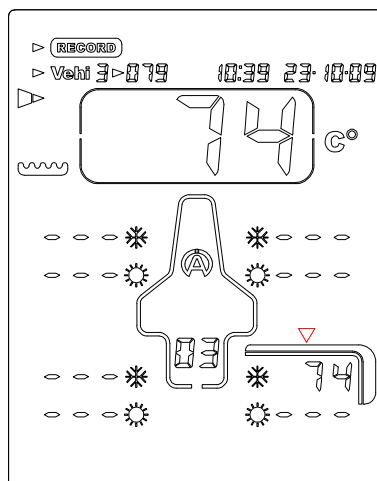

Figure 5
- 6) Pressez le bouton central  pour enregistrer la pression mesurée ainsi que l'heure et la date du moment, ensuite, le point de capture affiché à l'écran se déplace automatiquement suivant la séquence programmée dans le menu SETUP. Dans l'exemple (figure 5), l'appareil se positionne sur la mesure de la température au centre du pneu arrière gauche.
- 7) Appliquez le capteur de température sur le pneu comme indiqué sur l'écran par la flèche (*figure 5*).